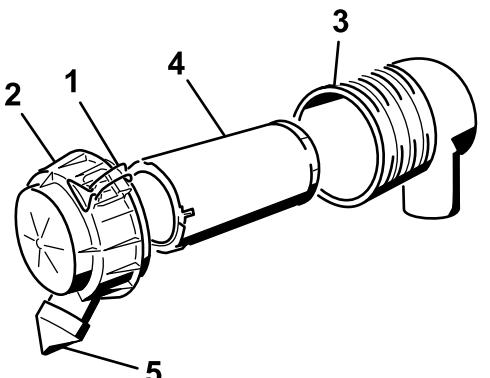

Figure 28
3. Déverrouillez le filtre à air et détachez le couvercle du boîtier du filtre (Figure 28).
6. Sortez l'élément filtrant du boîtier du filtre à air avec précaution (Figure 28).
8. Posez l'élément filtrant avec précaution (Figure 28).
9. Reposez le couvercle du filtre à air, le capuchon antipoussière orienté en bas, et fermez les verrous (Figure 28).